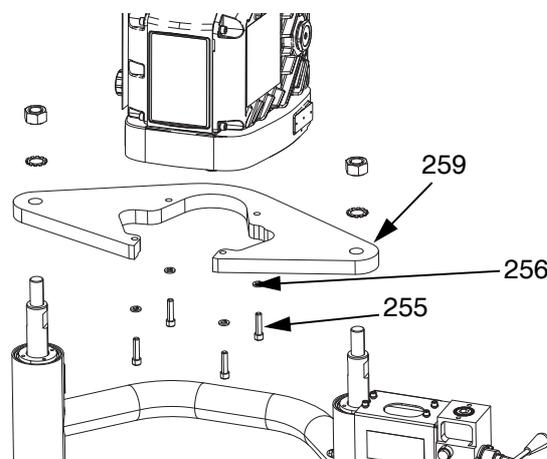

FIG. 29: D60 con pistone
- b. *Unità di alimentazione D60 7,6 cm (3")*: rimuovere le viti (255) e le rondelle (554) dalla staffa di montaggio (259). Usando un verricello solido, sollevare il driver dalla piastra di montaggio (259). Vedere FIG. 29.
1. Con un verricello solido, fissare il driver alla piastra di montaggio (259) con viti (255) e rondelle (256). Vedere FIG. 29 a pagina 33.